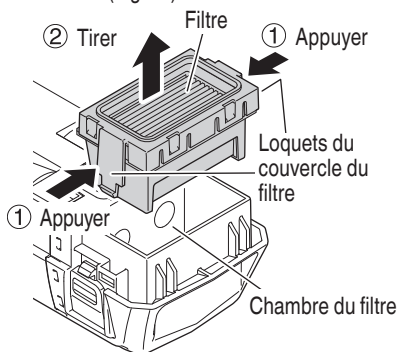

Fig. 21
- (3) Appuyez sur les 2 loquets situés sur les côtés du couvercle du filtre, puis tirez vers le haut et retirez le jeu de filtres. (Fig. 21)